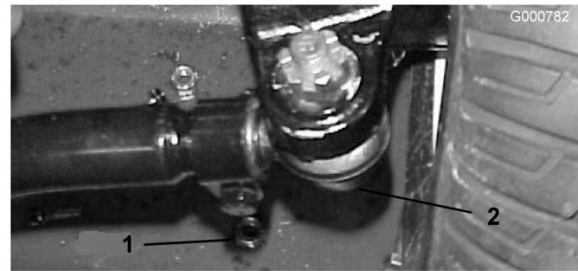

Figura 70
2. Per regolare, togliete la coppia e il dado da uno dei giunti a sfera del tirante. Togliete il giunto a sfera del tirante dal supporto della scatola del ponte (Figura 70).
3. Allentate i fermi su entrambe le estremità dei tiranti (Figura 70).